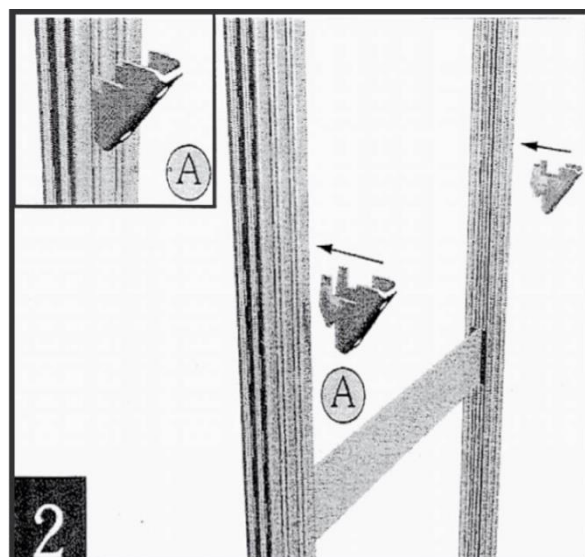

Рис. 2. Установка кронштейнов для полок
2. Определитесь с уровнем расположения полок, установите на всех спаренных стойках на одном уровне кронштейны для полок (рис. 2).